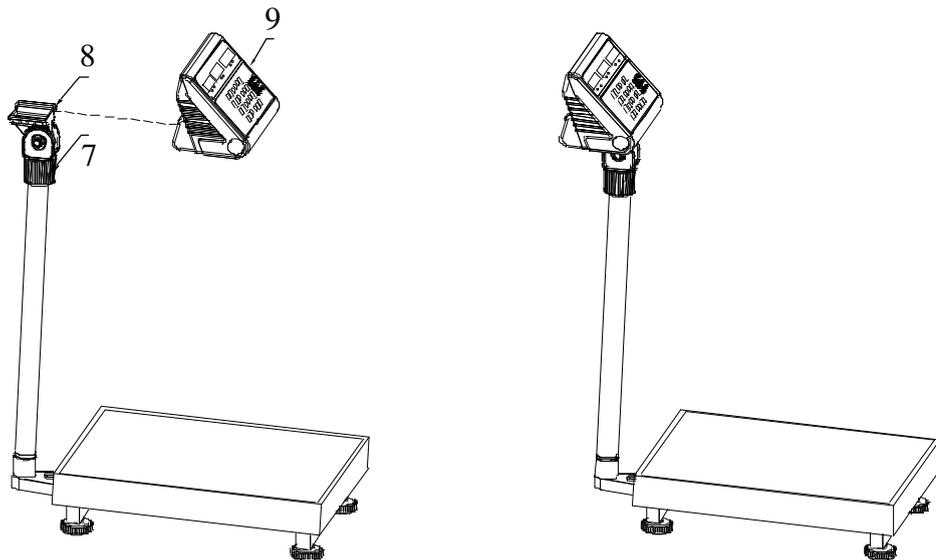

Рисунок 10
г) встановити показувальний пристрій (9) на роликове кріплення (8). Підключити кабель вантажоприймальної платформи до 5-ти штиркового роз'єму, розташованого позаду корпусу показувального пристрою (9). Монтаж ваг закінчено (дивись рисунок 10).